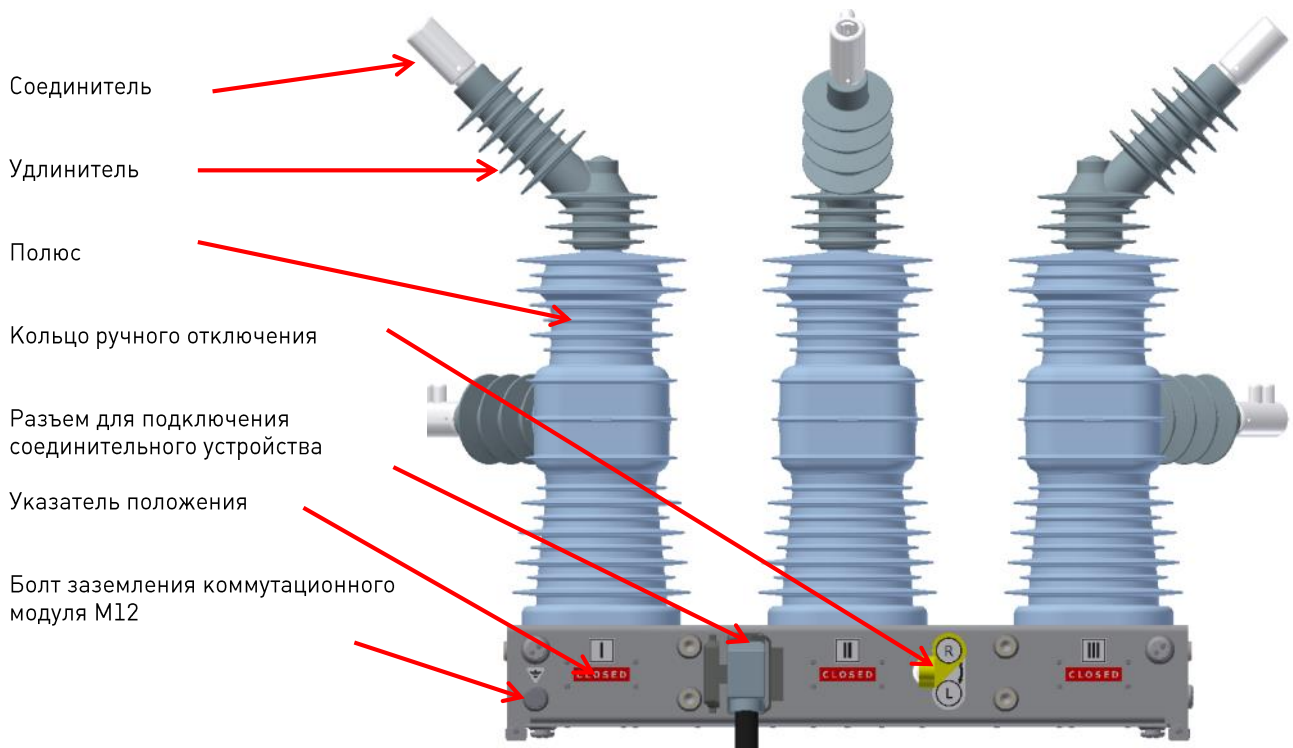

Рис.4.1. Конструкция OSM35_Smart_1(S)
Коммутационный модуль наружной установки состоит из трех полюсов, облитых силиконовой резиной, установленных на общем основании. Основные элементы коммутационного модуля OSM35_Smart_1(S) показаны на **рис.4.1.**
Воздействие на механизм ручного отключения осуществляется через кольцо ручного отключения, см. **рис.4.1.**